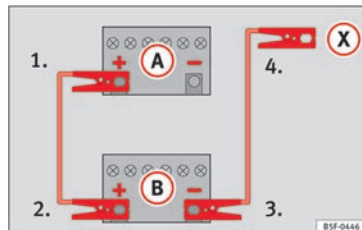

Fig. 76 Schéma de branchement pour les véhicules non équipés du système Start-Stop.
2. Raccordez une extrémité du câble de démarrage *rouge* au pôle positif (+) du véhicule dont la batterie est déchargée (A) » fig. 76.
3. Raccordez l'autre extrémité du câble de démarrage *rouge* à la borne positive (+) du véhicule fournissant le courant (B).
4. *Sur les véhicules sans système Start-Stop* : raccordez une extrémité du câble d'urgence *noir* à la borne négative (-) du véhicule fournissant le courant (B) » fig. 76.